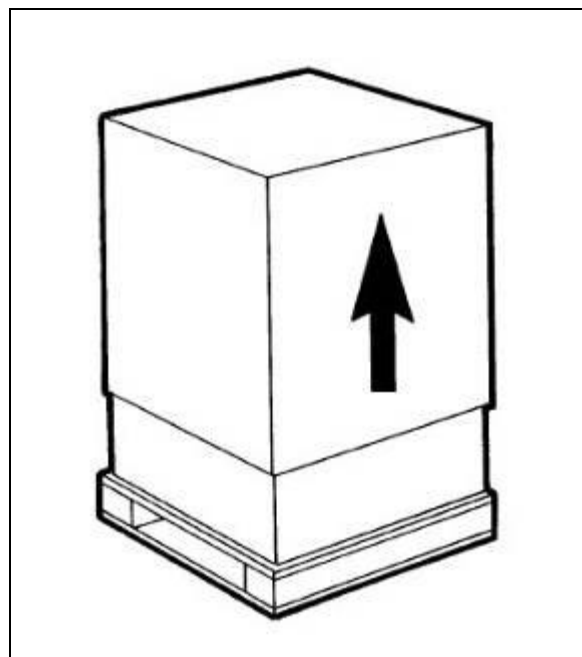

Fig. 19
a) Dopo aver tolto l'imballo **conservarne tutti gli elementi per lo stoccaggio invernale** ed assicurarsi dell'integrità dell'apparecchio (fig.19).